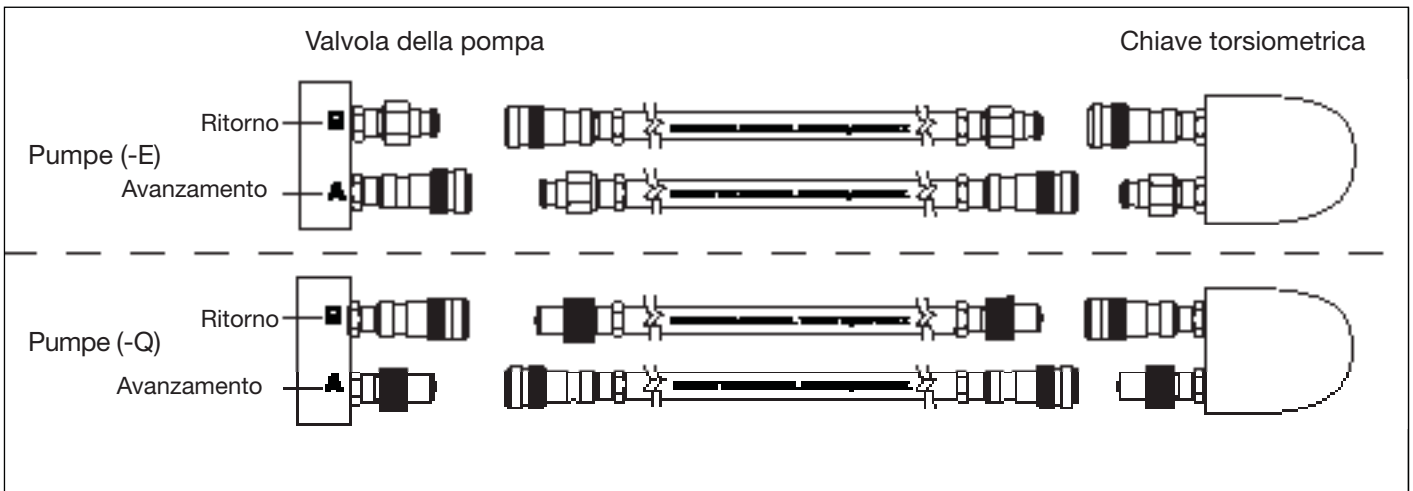

Figura 5, Dettagli del tubo flessibile
Collegare i tubi flessibili come mostrato in figura 5.
2. Pompa (-Q) per le chiavi torsiometriche S e W dell'Enerpac e di altre marche. Usare i tubi flessibili marcati "Enerpac THQ-700 series - 700 bar/10,000 psi max." Gli accoppiatori debbono essere polarizzati come in figura 5 per il corretto funzionamento della chiave torsiometrica.